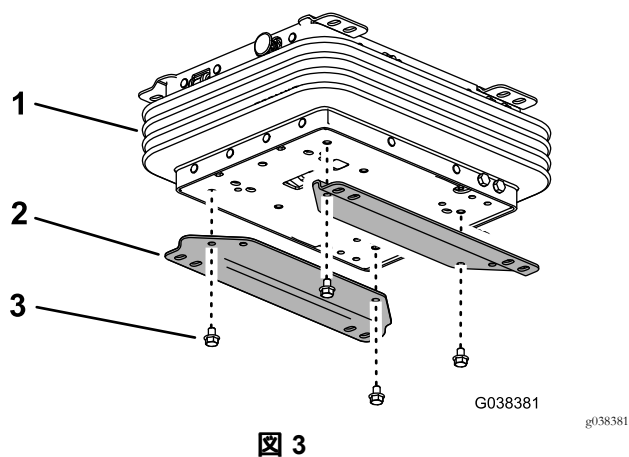

図3
2. サスペンションアセンブリに下側ブラケットを取り付けるボルト8 x 12mm4本で図3のように取り付ける。
2. サスペンションアセンブリに下側ブラケットを取り付けるボルト8 x 12mm4本で 図3のように取り付ける。